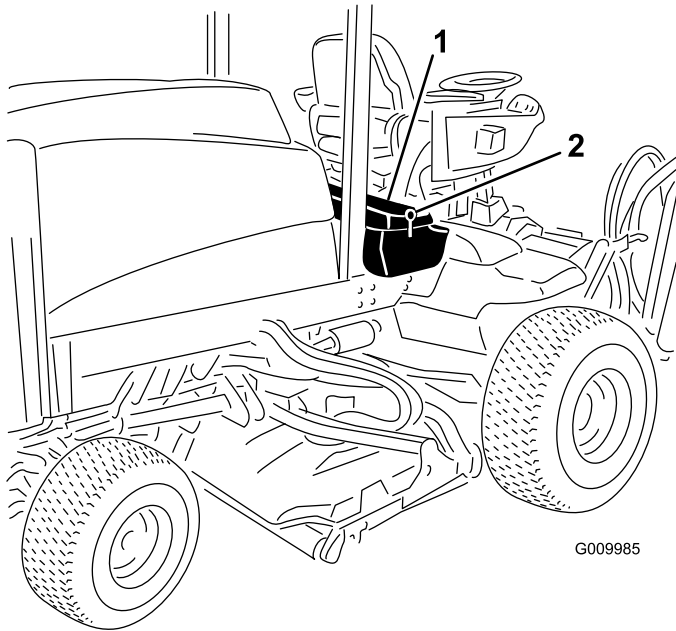

Figura 75
1. Sbloccate e sollevate il pannello comandi dell'operatore (Figura 75).